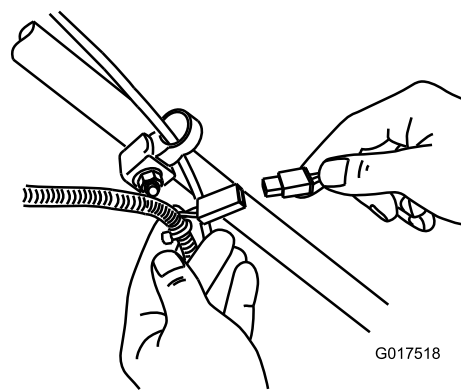

Figura 36
1. Ligue o carregador à cablagem sob a chave da ignição (Figura 36).